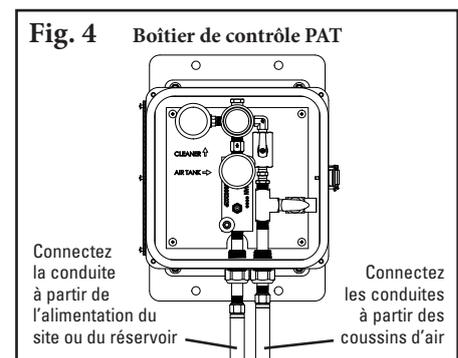

Fig. 4
4. **Réglez la tension des lames.** À l'aide des pièces fournies, connectez une conduite à chaque coussin d'air et acheminez les conduites vers la sortie du boîtier de contrôle (Fig. 4).